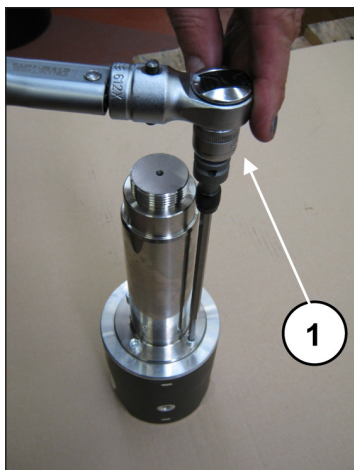

Fig. 51
Bloqueie a guia do pistão no gancho com ajuda de ferramenta adequada e proceda com a calibragem dos parafusos com chave dinométrica (pos. ①, Fig. 51), conforme indicado no capítulo 3.